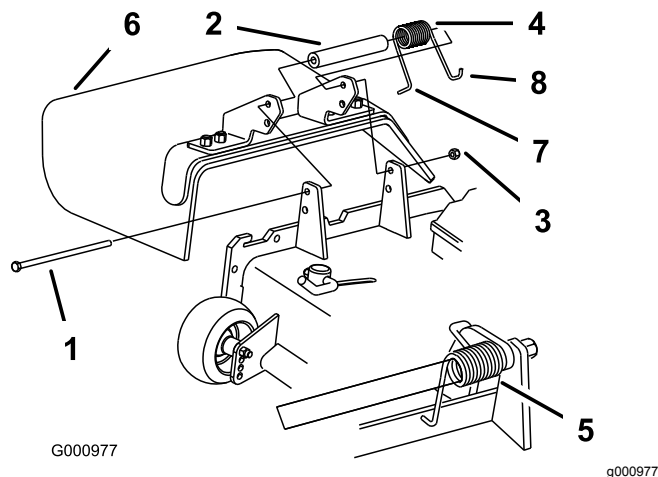

図 37
1. デフレクタをピボットブラケットに固定しているロックナット、ボルト、スプリング、スペーサを外す (図 37)。デフレクタを取り外す。
注 必ずスプリングの L 字形端部をデッキ後部のエッジに引っ掛け、それから 図 37 のようにボルトを取り付けてください。
3. ボルトとナットを取り付ける。スプリングの右側の J 字形フックを、デフレクタに引っ掛ける 図 37。